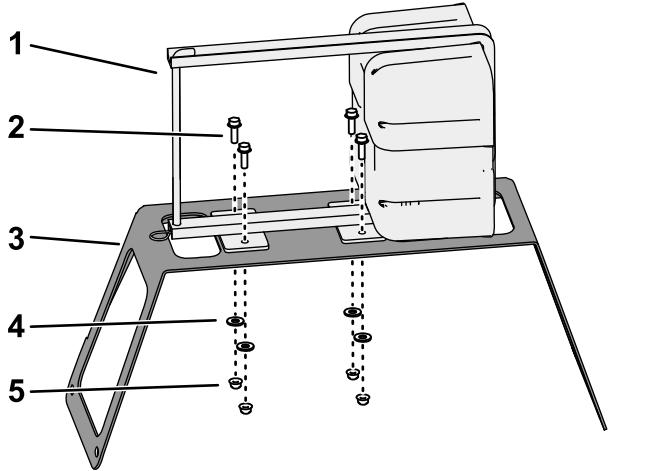

図3
1. フォームマーカーのタンクとコンプレッサを 図3 に示すように取り付けブラケットにセットする。
2. ブラケットにコンプレッサを固定する 図3; ボルト